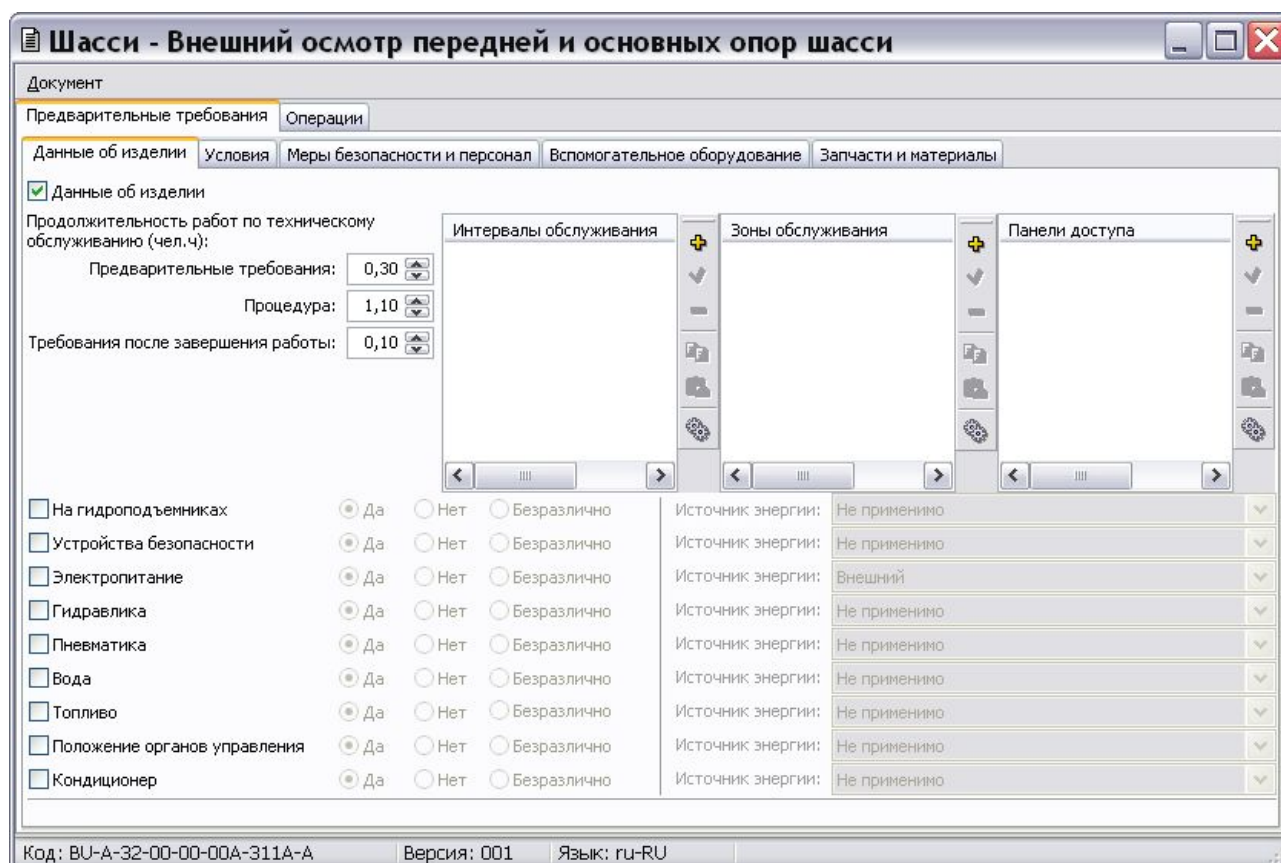

Рис. 5.23
Перейдите на вкладку **Данные об изделии**. Введите данные об изделии (Рис. 5.23):
- В окне редактора техкарт нажмите кнопку **Добавить**  справа от окна **Интервалы обслуживания** (Рис. 5.23).